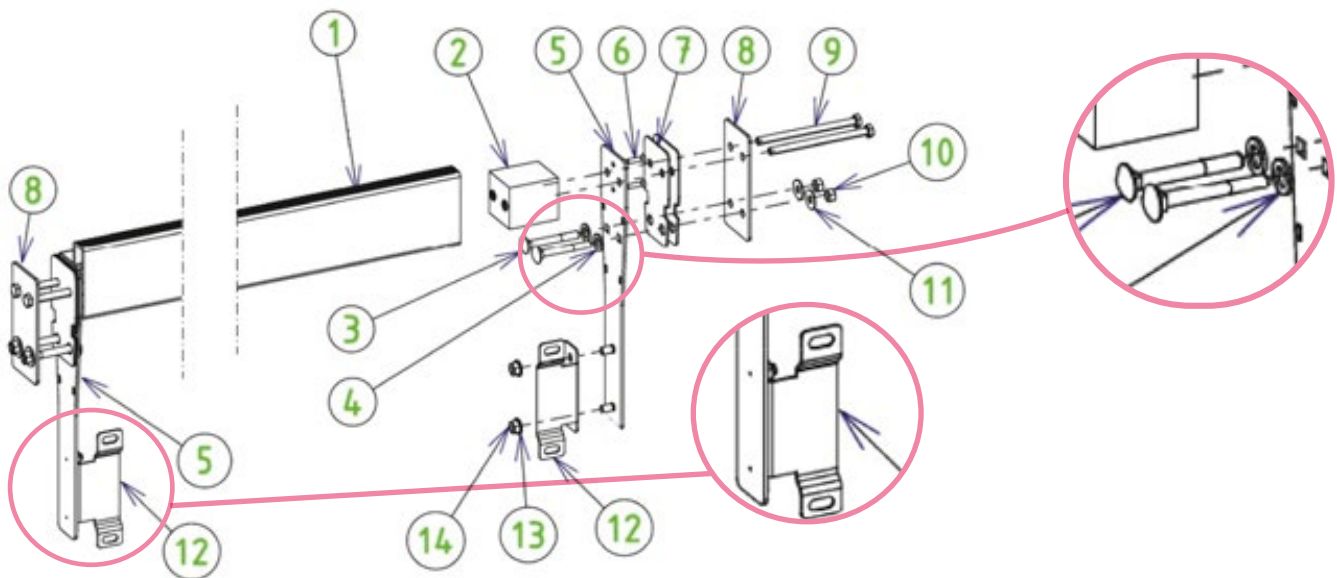

Abbildung 41 – Montage und Installation des Trägers
**Die Dichtungsscheiben (4) sind dringend erforderlich, um die Leckdichtheit des Pools zu gewährleisten.**
Befestigen Sie die beiden Winkel (12) mit Hilfe von 4 Muttern (14) und vier 8 mm Edelstahl-Unterlegscheiben A4 (13) an den Trägerplatten (5). Die herausstehenden Teile der Winkel (12), die eine Einkerbung haben, müssen an der dem Skimmer und der Achse gegenüberliegenden Seite sein (siehe vergrößerte Ansicht der Winkel (12) in *Abbildung 41*
Befestigen Sie schließlich die Trennwand auf den Winkeln (Teil 12 in **Abbildung 41**) mit vier Senkkopfschrauben (7) 8 × 16, vier Unterlegscheiben und vier Muttern von 8 mm Durchmesser aus A4 Edelstahl.